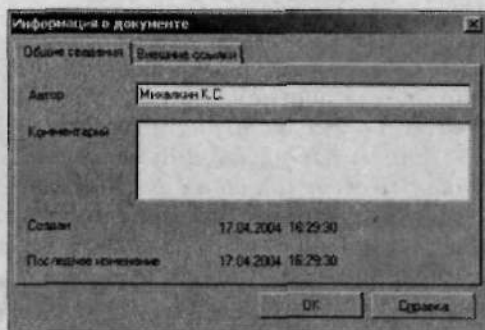

Рис. 2.45. Диалоговое окно *Информация о документе*
5. В появившемся диалоговом окне **Информация о документе** (рис. 2.45) в поле **Автор** введите свое Имя, Фамилию, Отчество, а в поле **Комментарий** — необходимую информацию о создаваемом документе (это поле можно оставить пустым).